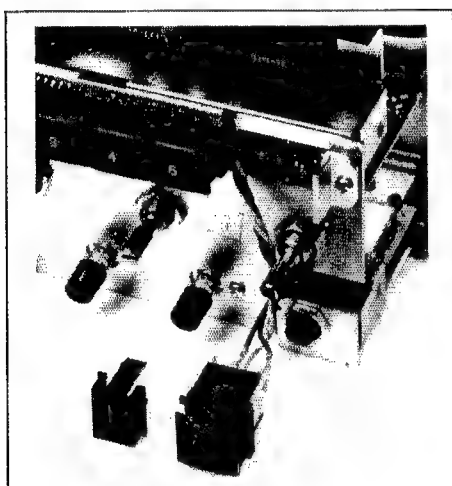

Fig. 2.9
- Die Blindabdeckung zwischen dem Netzschalter und den Eingangswahltasten herausziehen, der Netzschalter kann nun ausgetauscht werden (Fig. 2.9).
- Pull out blanking cover between power switch and input selector buttons. The power switch can now be replaced (Fig. 2.9).